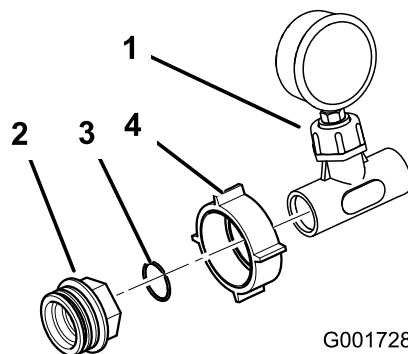

図 15
15. 水圧計と T 字アセンブリに、大きいプラスチック製のナットを取り付ける。アセンブリに、プラスチック製の O リングとアダプタを 図 15 に示すように取り付ける。